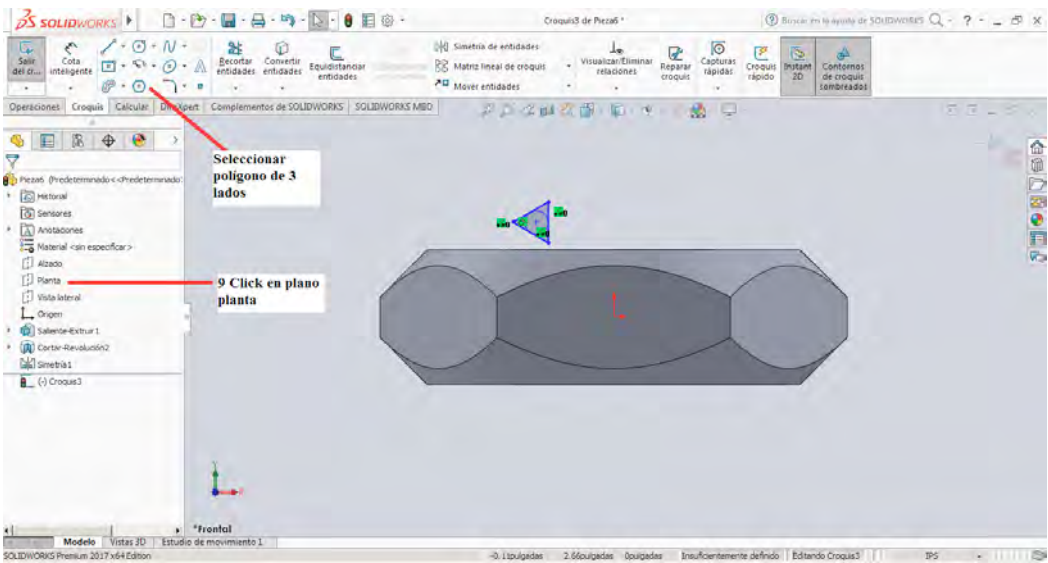

Figura 2-27
9. Se realiza Click sobre el plano **Alzado**, con el fin de dibujar una geometría que permita realizar la rosca de la tuerca que se está construyendo para ello se selecciona la herramienta **Polígono** y se genera uno de 3 lados, como se muestra en la figura 2-27